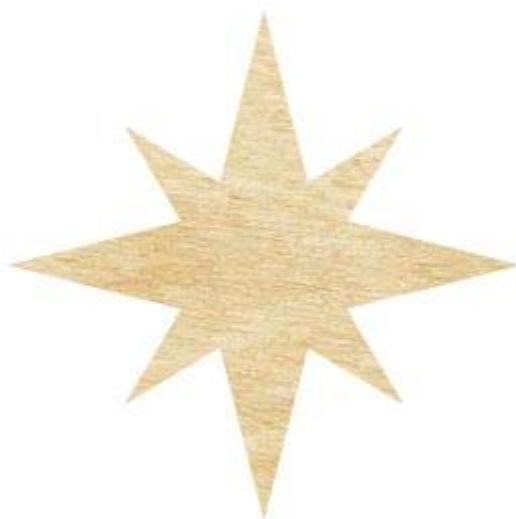

Рис. 1. Звезда образец
1. По указанным данным, сделайте звезду (Рис.1).